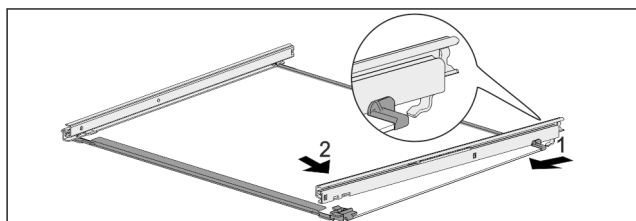

Fig. 85 Tablette en verre avec rails
- Accrocher le rail à l'arrière. Fig. 85 (1)
- Accrocher le rail à l'avant. Fig. 85 (2)